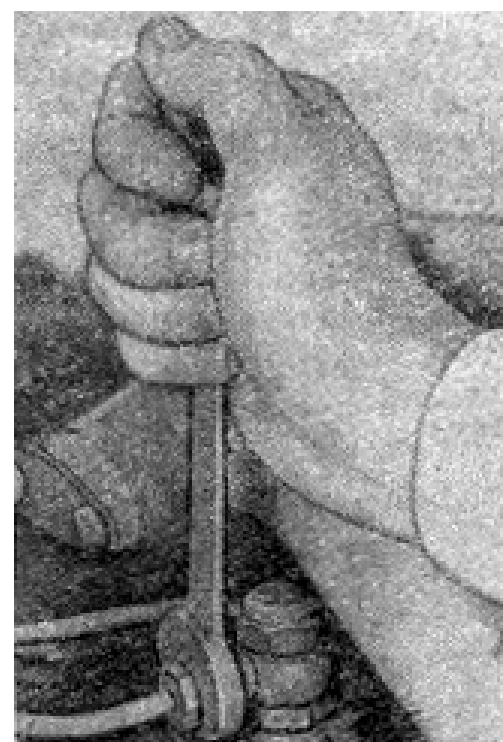

Рис. 17. Отвертывание гайки трубки высокого давления
3. Отсоединить трубку высокого давления от штуцера (рис. 17) первой секции топливного насоса.